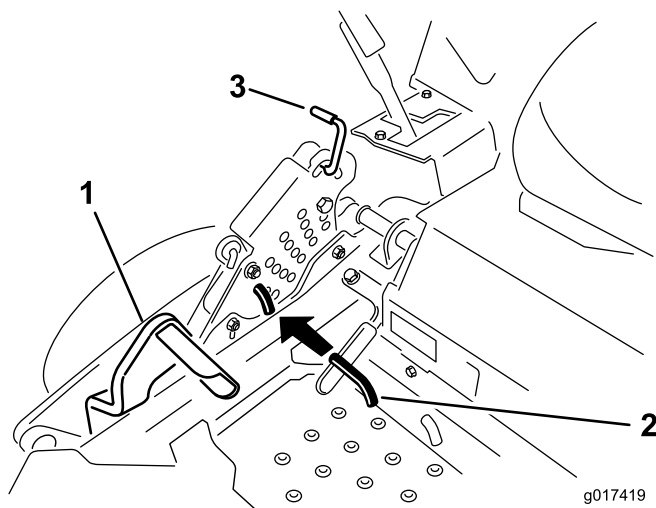

Bild 25
2. Treten Sie mit dem Fuß auf das Mähwerkhubpedal und heben Sie das Mähwerk in die Transportstellung an (auch die Schnitthöhe von 140 mm) (Bild 25).
3. Drehen Sie zum Einstellen den Stift um 90 Grad und nehmen ihn aus der Schnitthöhen-Halterung heraus (Bild 25).
4. Wählen Sie ein Loch in der Schnitthöhenhalterung, das der gewünschten Schnitthöhe entspricht, und stecken Sie den Lastösenbolzen wieder ein (Bild 25).